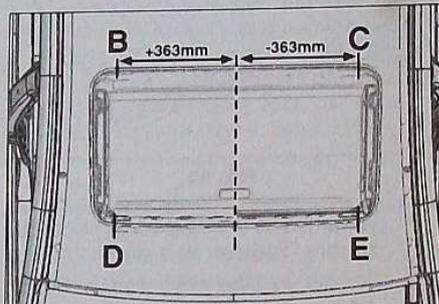

FIG. 57
- en partie AV à l'aide de la vis (7).
- en partie AR à l'aide de la vis (9).
- Le réglage en Z du panneau mobile s'effectue en $Y \pm 363$ mm par rapport au pavillon (Fig.57) :